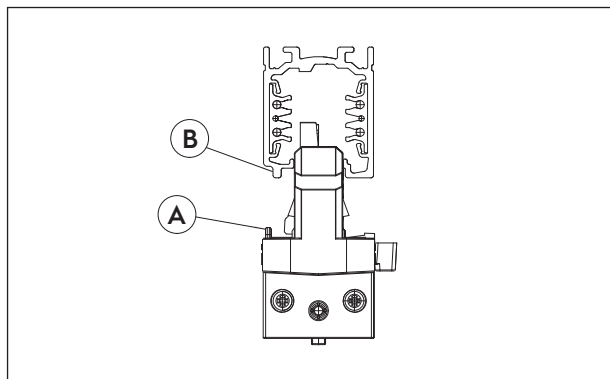
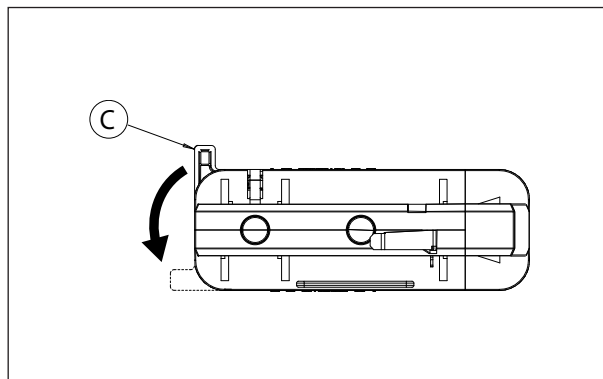

Fig. 3 Chiave meccanica
Fig. 4 Rotazione camma
Inserire l'adattatore nel binario, in modo tale che la chiave meccanica (A) dell'adattatore si trovi con lo scarico (B) presente sul binario (fig.3). Ruotare la leva della camma (C) di circa 90°, assicurandosi di arrivare nella posizione di blocco (fig.4).